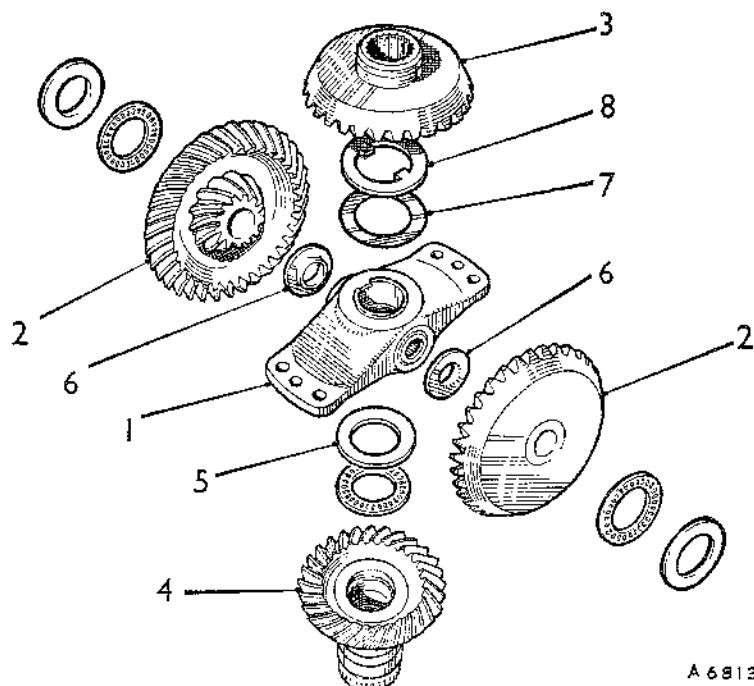
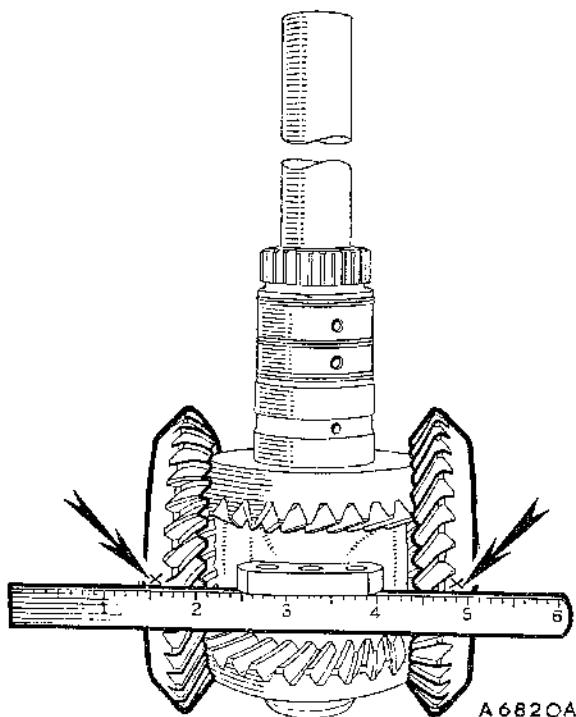

Fig. Fa.44
Fig. Fa.45
- (20) Armar el engranaje secundario de marcha adelante con su arandela bimetálica y el suplemento de 0,10 mm (si lo lleva) intercalado entre la arandela bimetálica y el porta-satélites (ver Fig. Fa.44).
- (21) Insertar la herramienta de servicio 18G 1093 A por el engranaje secundario de avance y el conjunto, para asegurar la correcta alineación.
- (22) Comprobar y regular el ajuste del tren de engranajes (ver Fig. Fa.45) haciendo girar los planetarios hasta que las marcas de ajuste estén en línea.
- (23) Mantener esta posición alineada y remontar el tren de engranajes en el